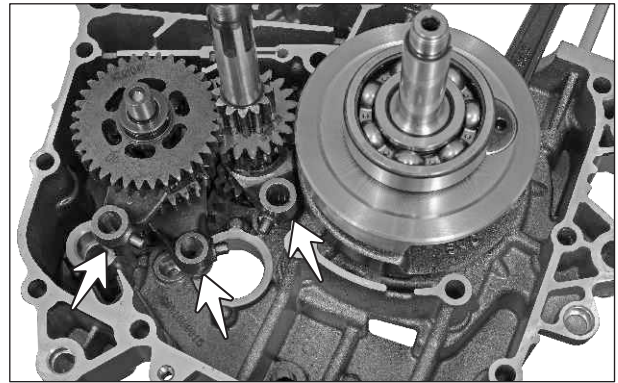

Fig. 3.139
- Retire las 3 horquillas selectoras de cambios. (Fig.3.139)